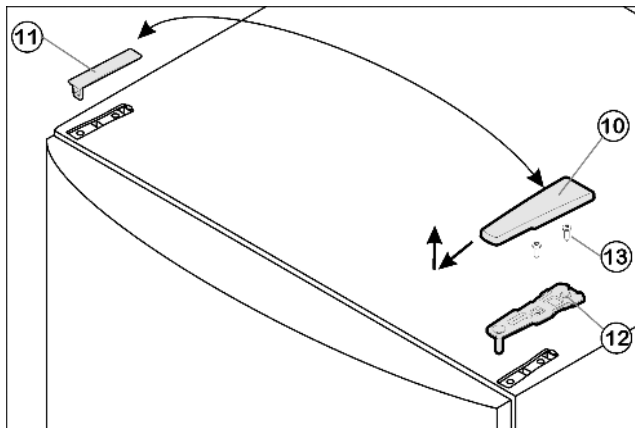

Fig. 5
- Изтеглете покритието Fig. 5 (10) напред и нагоре.
- Свалете покритието Fig. 5 (11).
- Развийте горната лагерна стойка Fig. 5 (12) с (2 x Torx® 25) Fig. 5 (13) и издърпайте нагоре.
- ▶ Поставете горната лагерна опора Fig. 5 (12) върху новата страна на шарнира във вратата.
- ▶ Завийте горната лагерна стойка Fig. 5 (12) **здро̀во (с 4 Nm)** (2 x Torx® 25) Fig. 5 (13). Евентуално пробийте предварително отвори за винтовете или използвайте акумулаторна отвертка.
- ▶ Поставете покритието Fig. 5 (10) и покритието Fig. 5 (11) съответно върху противоположната страна.